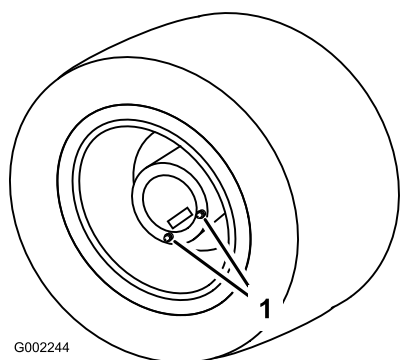

図 76
1. 平らな場所で、後輪のドレンプラグがドレン位置にくるようにして駐車する 図 76。
3. ドレンプラグの下に容器を置き、プラグを外す 図 76。